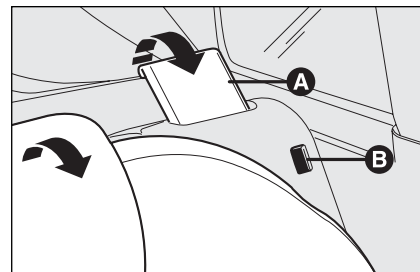

fig. 97
- ☐ levantar a alavanca **A-fig. 97** de retenção do encosto e inclinar este último para frente. O levantamento da alavanca é evidenciado por uma “faixa vermelha” **B**.